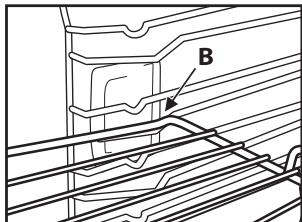

Fig. 2
2. Skråstill risten ved blokkeringssettingen "B" (fig. 2).